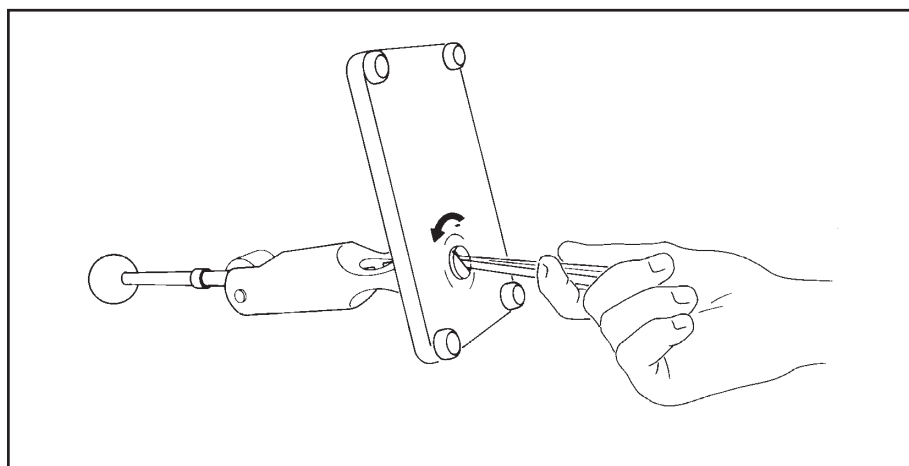

図 2
2. サンプルプレスのカラムにある蝶ネジを緩めます(図 2 参照)。